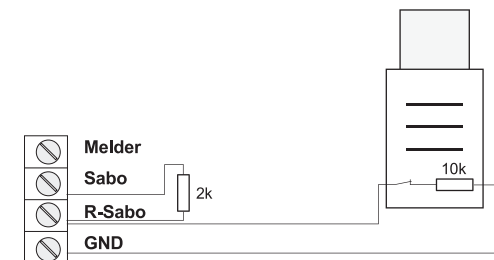

Bild 7
**Beispiel:** Eine Alarmsirene hat an der Sabotageklemme einen fest eingebauten Widerstand von 10 kΩ. Projektieren Sie mit der ETS2 den Wert 12 kΩ. Schalten Sie zwischen „Sabotage“ und „R-Sabo“ einen Ausgleichswiderstand von 2 kΩ, damit der Gesamtwiderstand der Sabotagelinie 12 kΩ beträgt. Siehe Bild 7.